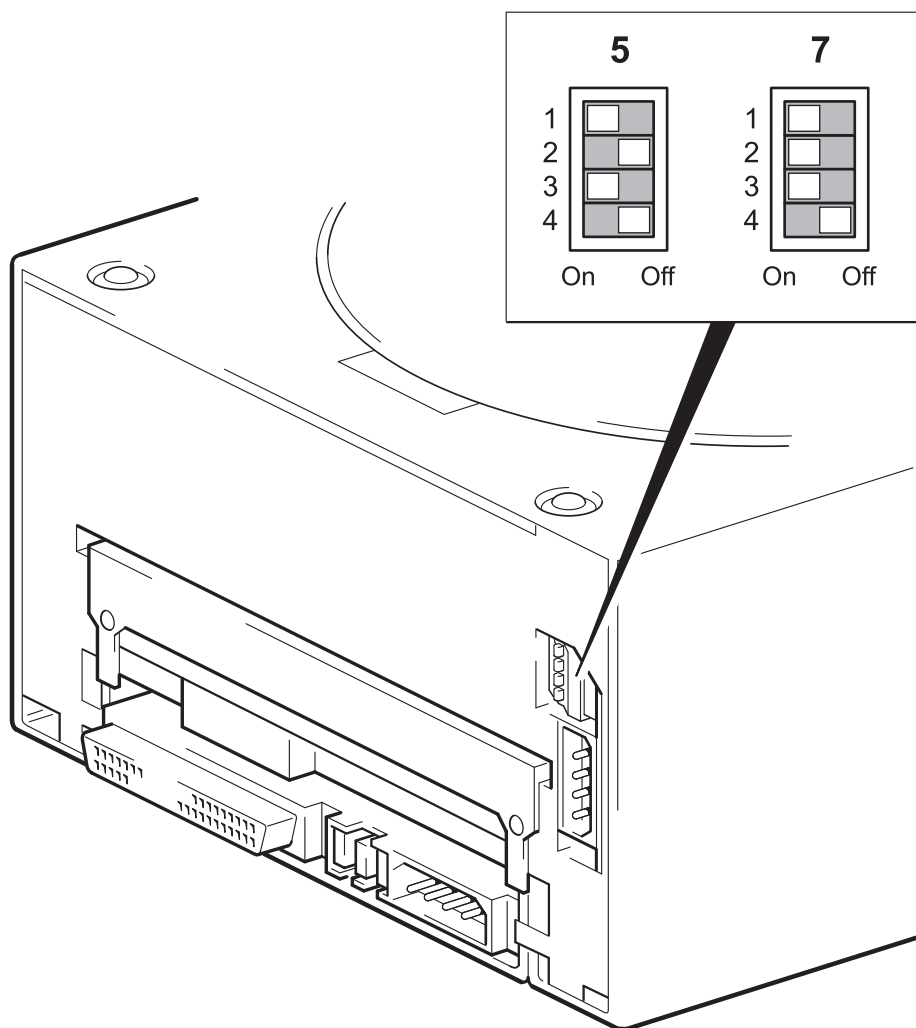

Figura 4: cómo comprobar el conmutador de opción
- 1 Compruebe que el conmutador de opción del cargador automático (el conmutador superior en la figura 4) está ajustado al valor correcto, tal y como se indica en la tabla anterior. Sólo debe cambiar el valor del conmutador a 5 con estaciones de trabajo Sun que ejecuten Solaris 2.6 o versiones anteriores.
- 2 Si el conmutador de opción no está establecido en el valor correcto para el sistema, cambie los conmutadores de configuración situados en la parte posterior de la unidad de la configuración predeterminada, como se muestra en la figura 4.